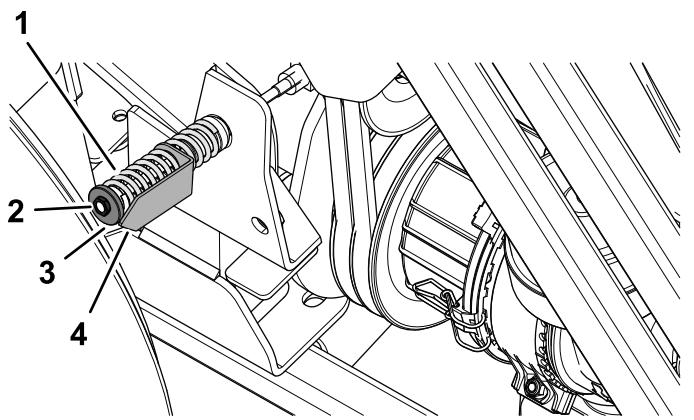

図 89
5. 必要に応じ、アイドラブーリテンショナについているナットを回して、矢印がワッシャの外側表面と同じ位置にくるように調整する図 89。
8. アイドラブーリテンショナのナットをゆるめる図 89